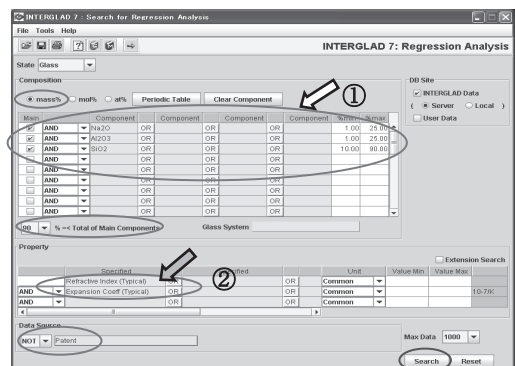

図1 重回帰分析のための検索条件
出来るだけ広く組成-特性のデータを集めるために検索条件をどう設定するかがポイントとなる。重回帰分析検索画面(図1)で、組成の成分範囲:①、特性条件の設定:②を見て頂きたい。実際には本例以外の設定も可能であり、条件を変えて試行されるのが望ましい。